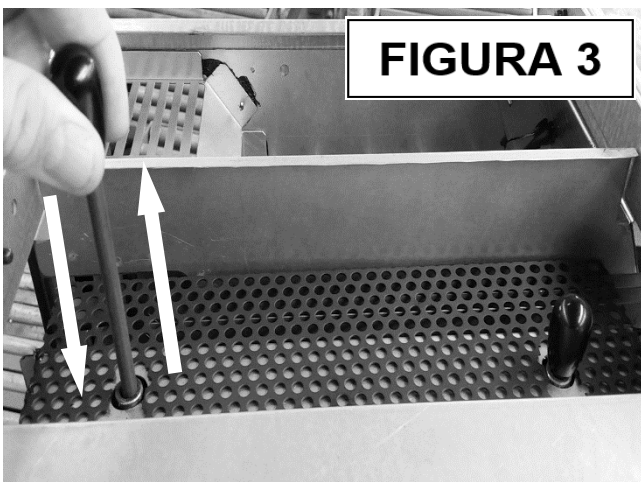

FIGURA 3
- Levante y deje caer algunas veces las varillas limpiatubos (figura 3); para acceder a las varillas limpiatubos, es necesario extraer primero la tapa del depósito de pellets.